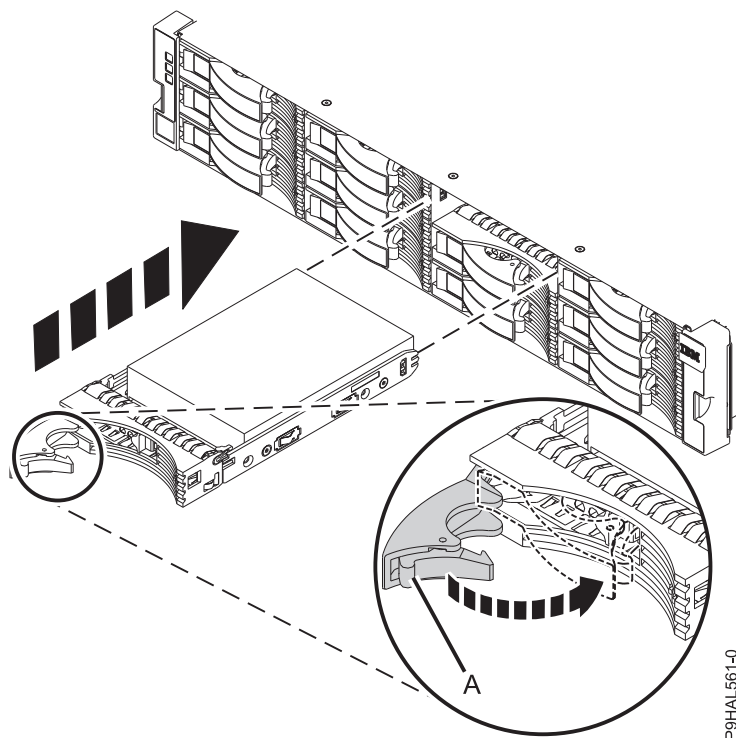
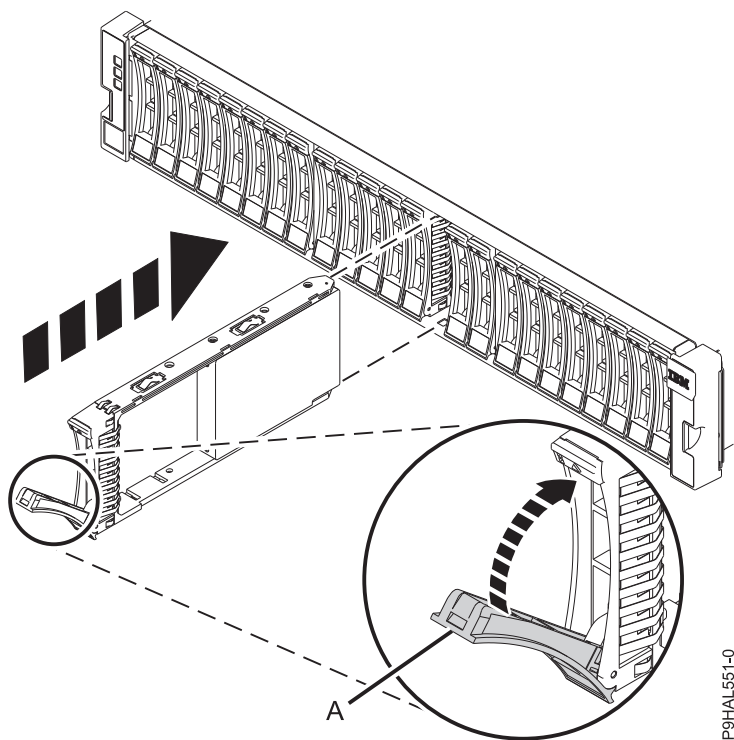

Рисунок 10. Установка накопителя в корпусе хранения ESLL
Рисунок 11. Установка накопителя в корпусе хранения ESLS
3. Переведите ручку в открытое положение и поддерживайте накопитель снизу при выравнивании его по направляющим в корпусе. См. рис. 10 или рис. 11 на стр. 10.